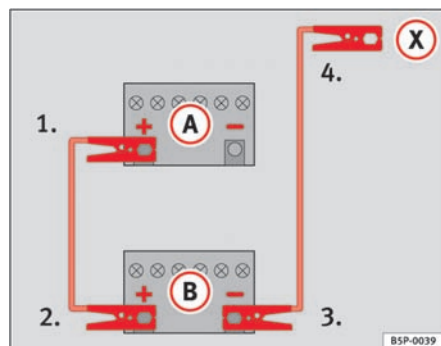

Fig. 204 Sådan skal startkablerne sættes på.
På ⇒ fig. 204 er **A** det afladene batteri og **B** det strømgivende batteri.
1. Forbind den ene ende af det røde startkabel til pluspolen ⇒ fig. 204 **+** i bilen med det afladene batteri ⇒ ⚠.